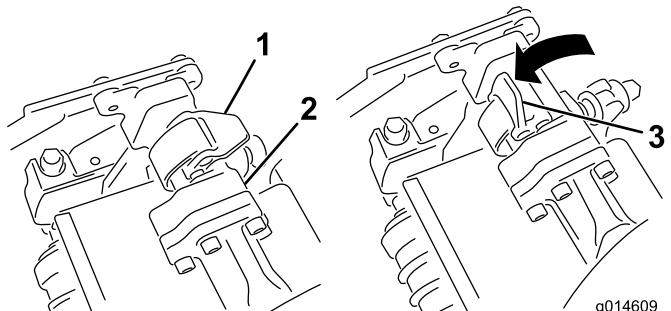
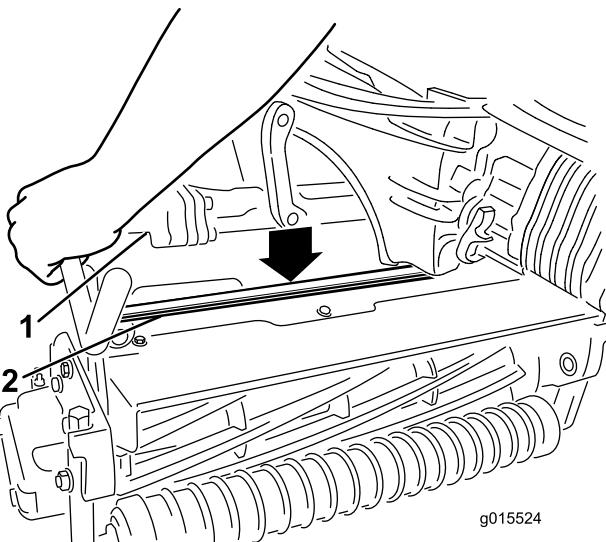

図 32
図 33
- サスペンション・アームのバーについているラッチを上向き（開いた状態）にして（図 32）、サスペンション・アームを押し下げて、バーを、カッティングユニットのバーの上に被せるようにする（図 33）。
- ラッチを下げて閉じるとカッティングユニットのバーがロックされてユニットがアームにセットされる（図 32）。
5. 取り外したいカッティングユニットのサスペンション・アームのバーについているラッチを開く（図 32）。